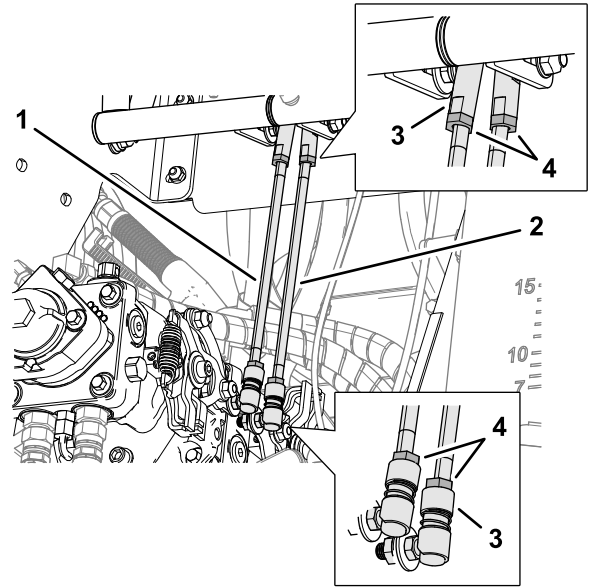

Figura 97
5. Afloje las 2 contratuercas que sujetan la varilla de control de movimiento en las rótulas superior e inferior (Figura 97).
7. Apriete las contratuercas (Figura 97).